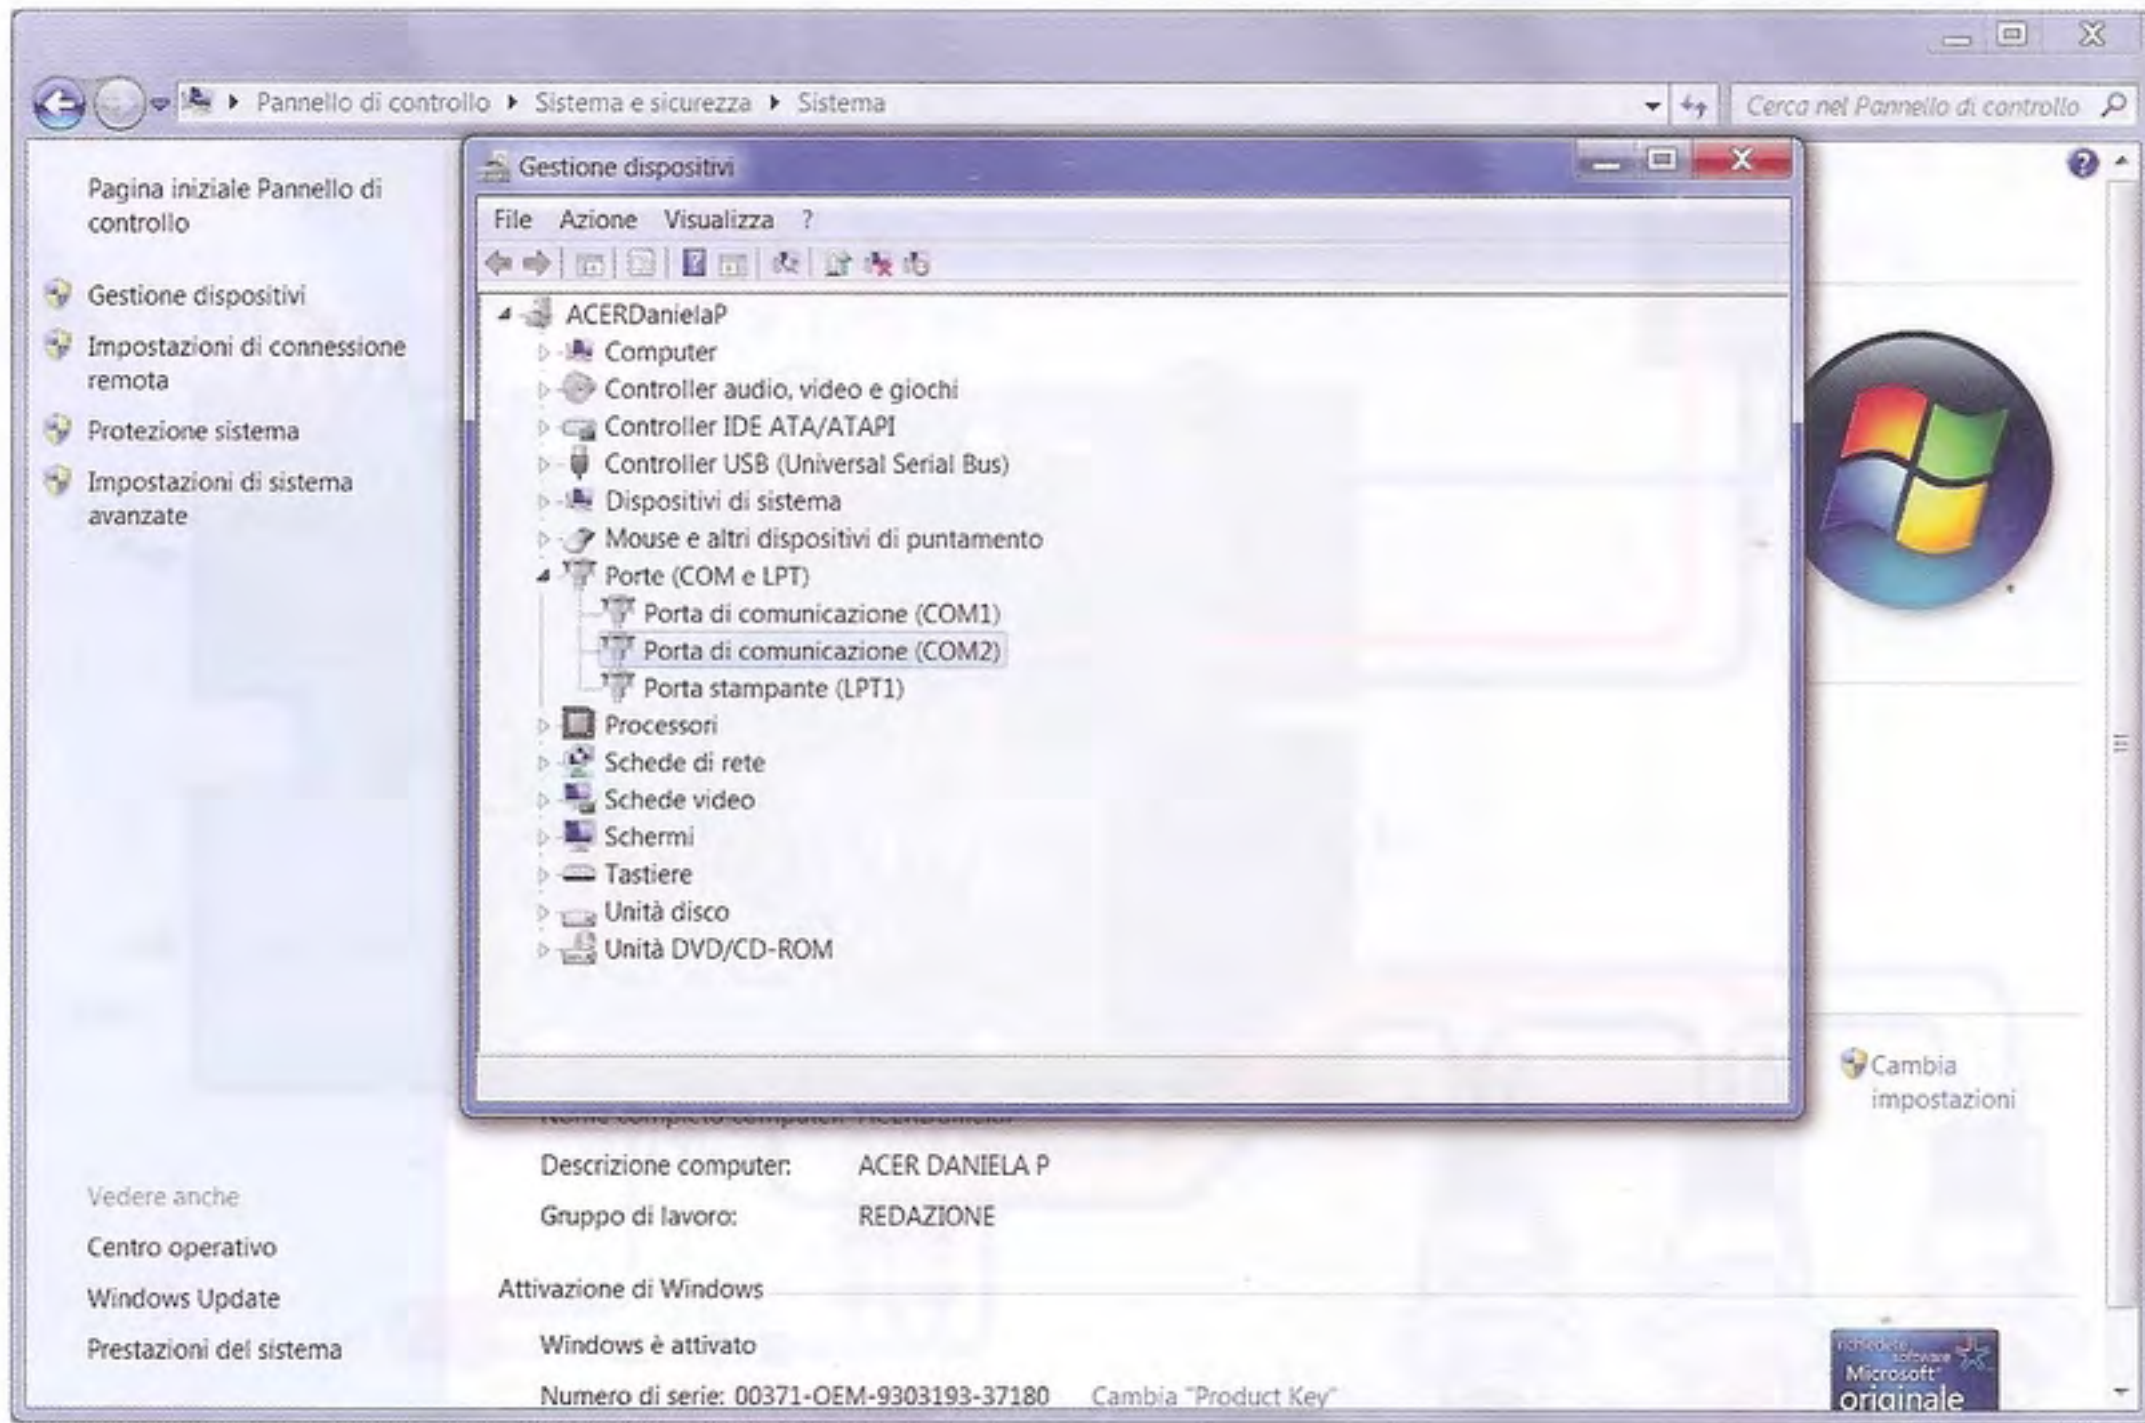

Fig.1 Per eseguire le misure con il plicometro, collegate al pc il cavo USB che fa capo alla scheda KM1734K e la pinza plicometrica (vedi foto pagina sinistra).
**1 cuffia cod. CUF 10** (vedi fig.1) Euro **3,50**